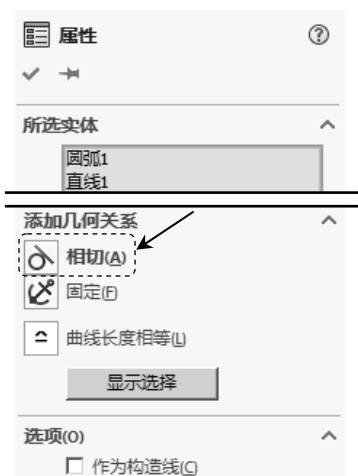

图 4.8.2 “属性”对话框
Step2. 选择草图实体。按住<Ctrl>键，在图形区选取直线和圆弧，系统弹出如图 4.8.2 所示的“属性”对话框。